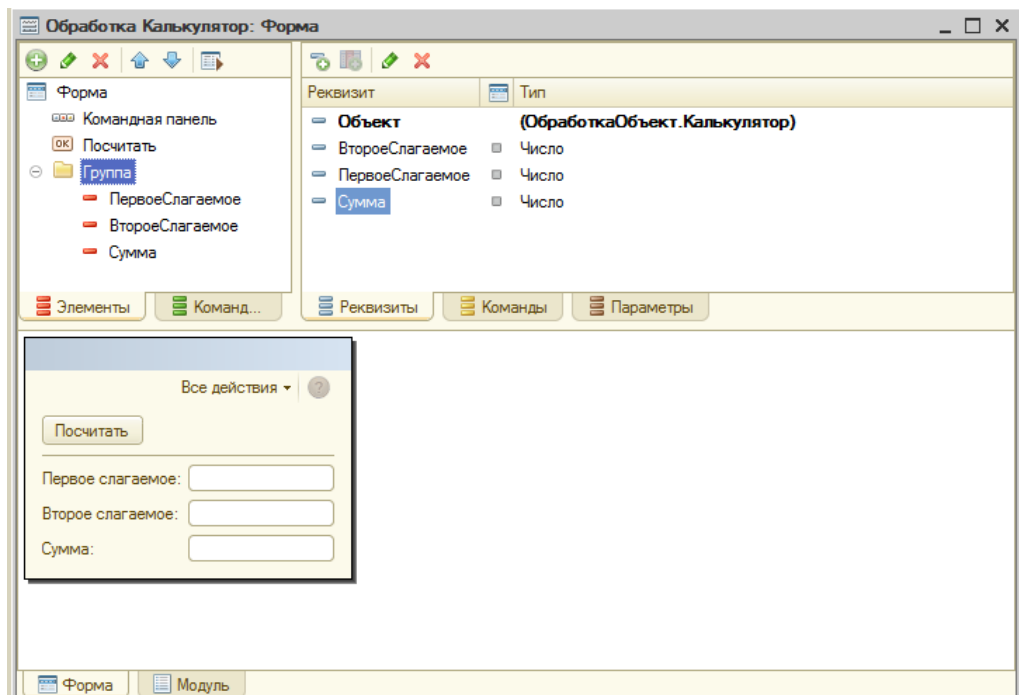

Рисунок 132 Перемещение элементов в группу
- Переместите элементы методом Drag&Drop в группу. Пример на рис. 132.